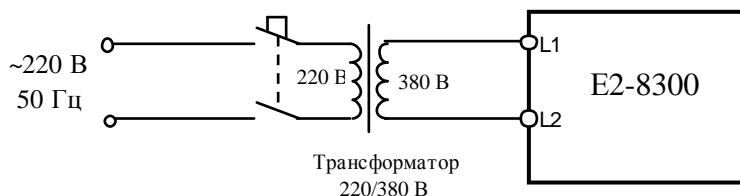

Рис. 4.13. Подключение ПЧ к электросети 1Ф ~220 В через трансформатор 220/380
4.8.2. Подключить преобразователь к электросети 3Ф ~380 В (или к сети 1Ф ~220 В через трансформатор 220/380 В, как показано на рис. 4.13).